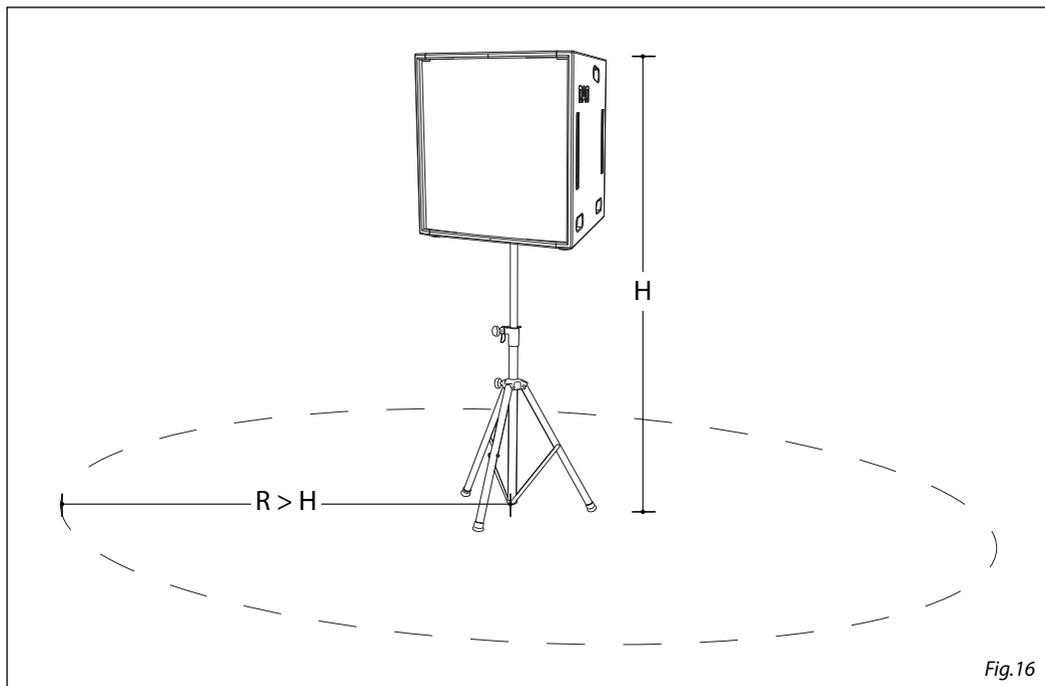

Fig.16
- Assicurarsi che non sia consentita al pubblico l'area di sicurezza e che il raggio (R) sia uguale o maggiore all'altezza (H) di montaggio (fig.16).
- Ensure that public is not allowed within a safety area which radius (R) is equal or higher than assembly height (H) (fig.16).